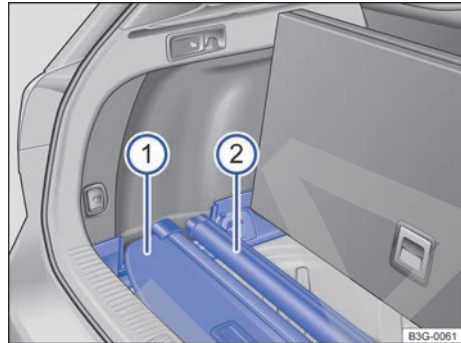

Fig. 239 Debajo del piso del maletero: guardar la cubierta del maletero y la red de separación.
- Deposite la cubierta del maletero desmontada → fig. 239 ① sobre los rebajes traseros de las consolas laterales, tal y como se muestra en la figura.
- Deposite la red de separación desmontada → fig. 239 ② sobre los rebajes delanteros de las consolas laterales, tal y como se muestra en la figura.